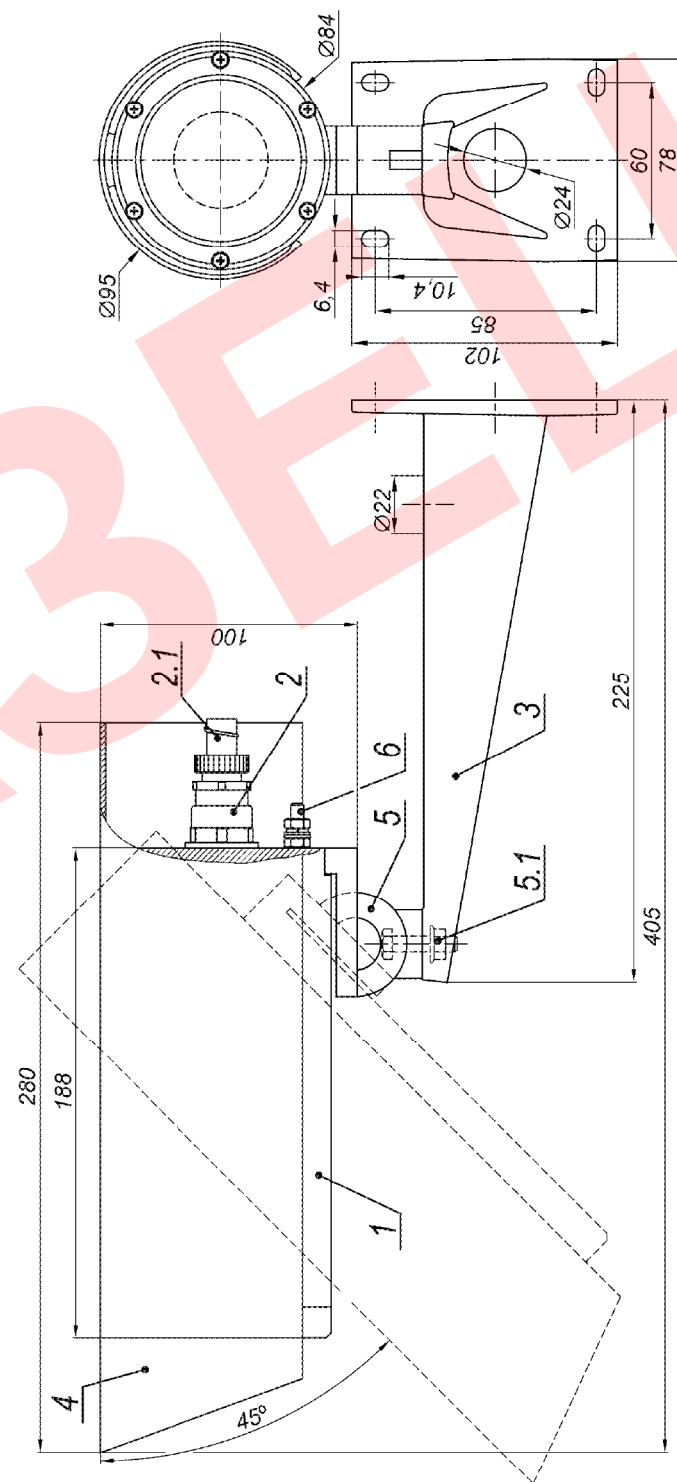

Рис.1 Состав изделия. Габаритные и установочные размеры
1. Установить кронштейн (поз.3 рис.1) на штатное место и закрепить на нём термокожух с видеокамерой (поз.1 рис.1).
8. Ослабив гайку болта фиксации шарнира (поз.5.1 рис.1) установить видеокамеру на нужное направление обзора, после чего надёжно зафиксировать шарнир, затянув гайку.
9. Заземлить видеокамеру с помощью болта заземления (поз.5 рис.1).